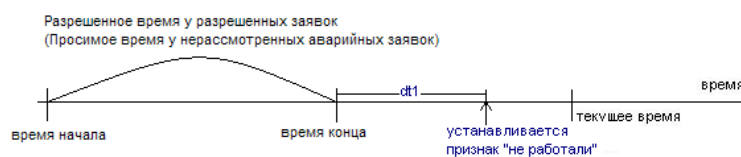

Рисунок 7.63 – Расчет признака «не работали»
- нерассмотренным аварийным заявкам, у которых прошло заданное настройкой dt1 количество часов после конца просимого времени (Рисунок 7.63).